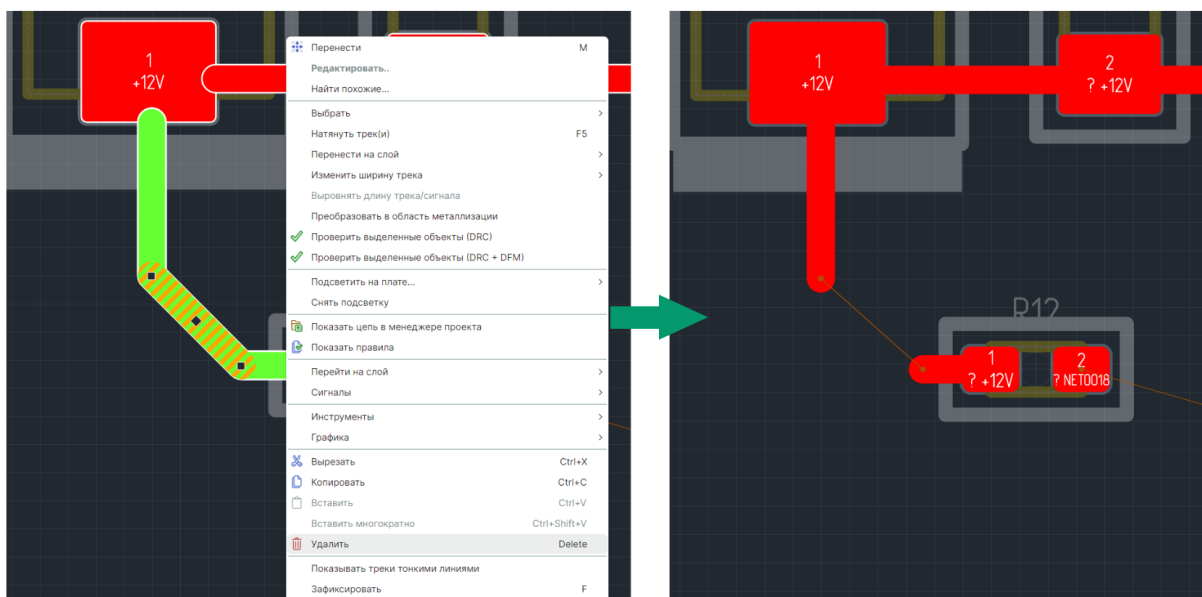

Рис. 253 Удаление сегмента трека
2. Вызовите контекстное меню и выберите пункт «Удалить» или воспользуйтесь горячей клавишей «Delete», см. Рис. 253.